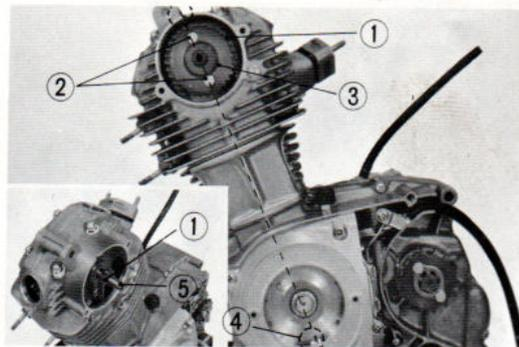

Fig. 33 1 Chaîne de distribution 2 Boulon de 6mm
- 5) Mettre le piston au point mort haut, desserrer les vis de fixation du pignon d'arbre à cames et dégager le pignon de la chaîne. (Fig. 33)